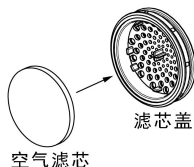

图 3-1
(1) 首先将空气滤芯（空气滤芯尺寸： $\phi 25.5\text{ mm}$ ）安装在滤芯盖上，如图 3-1 所示：